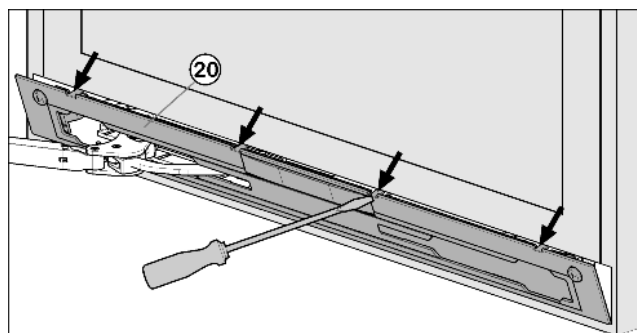

Fig. 9
- ▶ Afdekplaat *Fig. 9 (20)* met gleufschroevendraaier uitklikken en verwijderen.